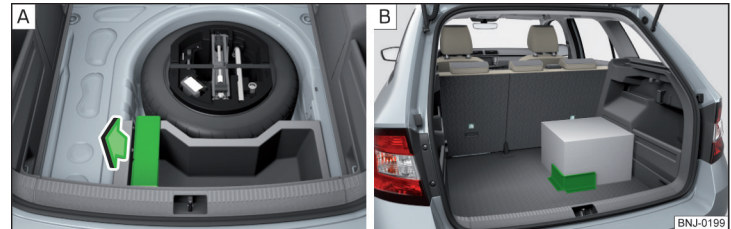

Abb. 116 **Cargo-Element herausnehmen / Befestigungsbeispiel der Ladung mittels des Cargo-Elements**
- Vor dem Gebrauch das Cargo-Element in Pfeilrichtung herausnehmen » Abb. 116 - **A**.
- Die Ladung mittels des Cargo-Elements möglichst in der Nähe der Rücksitze befestigen » Abb. 116 - **B**.